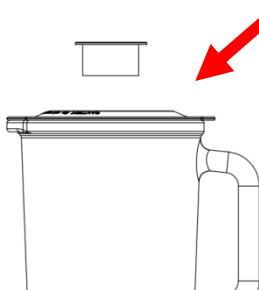

Fig.7
7. Si quiere añadir ingredientes mientras la batidora está trabajando, quite el vaso medidor e insértelos por el agujero (Fig 7)